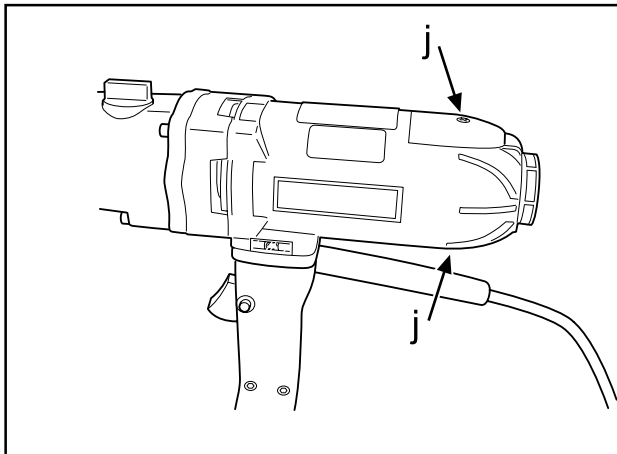

Fig. 12
1. Remove one of the inspection hatches (j in Fig. 12).
1. Die eine Inspektionsluke entfernen (j in Abb. 12).
1. Retirer le panneau de contrôle (j sur la fig. 12).